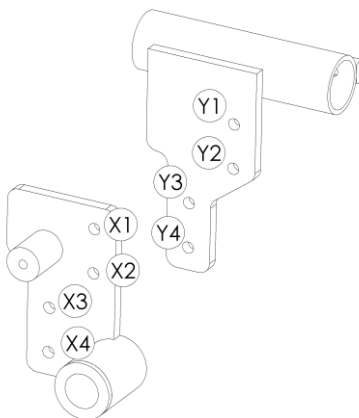

Figure 6 - Position des trous d'ajustements
4. Positionner le mécanisme de jonction selon les indications du Tableau 3 et de la figure 6. **Prendre soin de serrer fermement les écrous.**